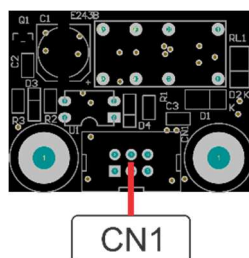

Figura 18: Comando de desligamento dos módulos
2.5.5 Comando dos módulos, E243B, Figura 18.